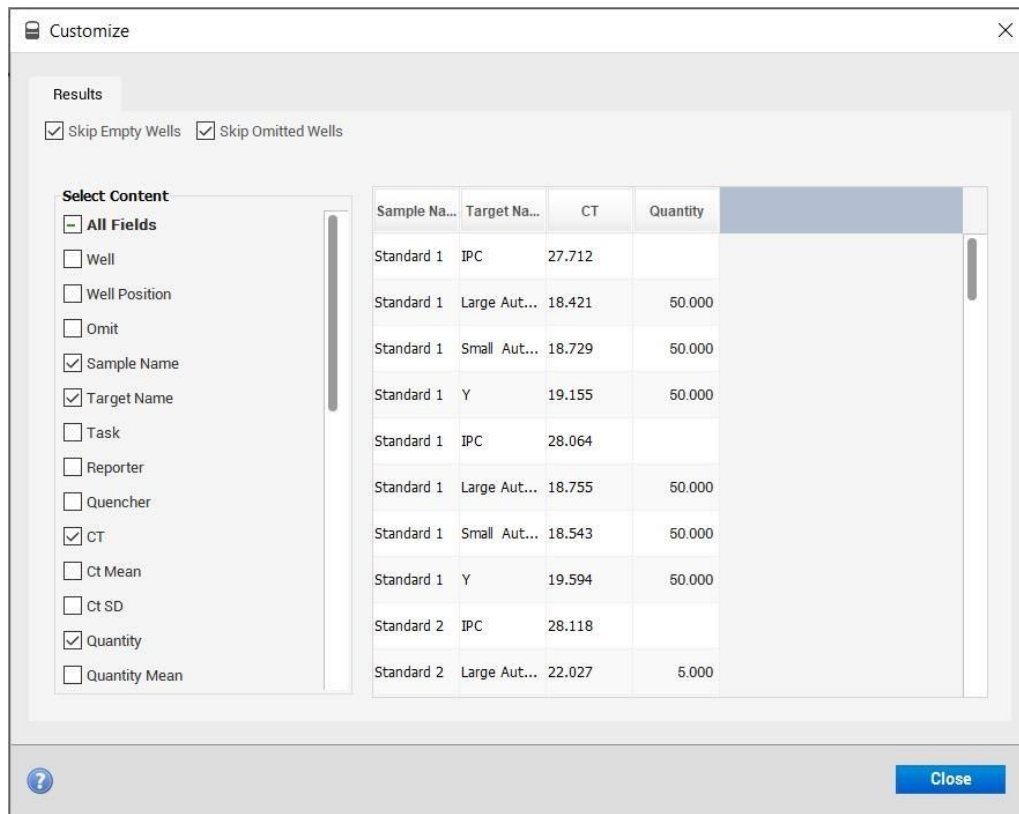

Рисунок 87
6. Оценить значения в столбце **Quantity** и **Ст** по каждой мишени (**Small autosomal**, **Large autosomal**, **Y**) (рисунок 87) для каждого исследуемого образца в соответствии с разделом 9 «Интерпретация результатов». Для оценки концентрации геномной ДНК